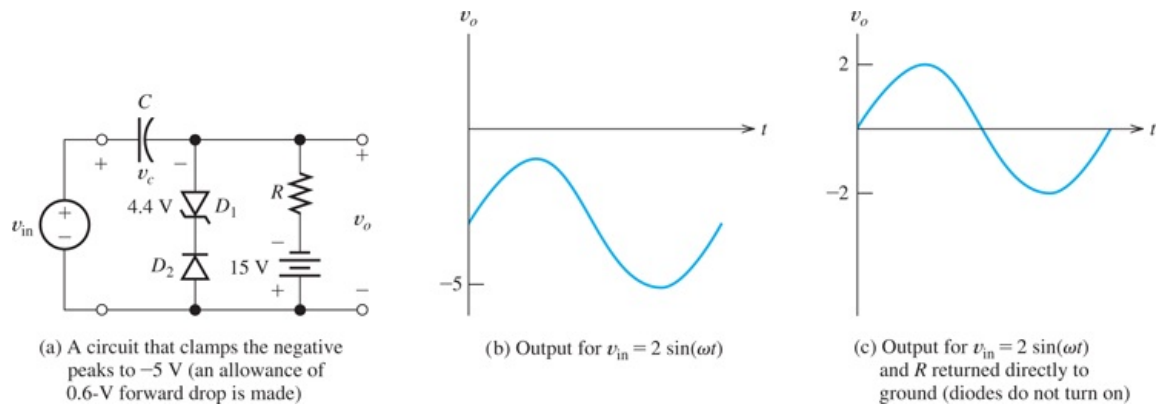

Figure 9.34
Bien sûr, nous pouvons modifier la tension à laquelle le circuit se bloque en modifiant la tension de la batterie. L'inversion du sens de la diode provoque le blocage du pic négatif au lieu du pic positif. Si la tension de blocage souhaitée nécessite que la diode soit polarisée en inverse, il est nécessaire de ramener la résistance de décharge à une tension d'alimentation CC appropriée pour garantir que la diode conduit et effectue l'opération de blocage. De plus, il est souvent plus pratique d'utiliser des diodes Zener plutôt que des batteries. Un circuit comprenant ces caractéristiques est illustré dans Figure 9.34
Considérez le circuit de Figure 9.34\(a\) . Supposons que la capacité soit suffisamment grande pour que la tension à travers, il ne se décharge pas à travers R sensiblement au cours d'un cycle d'entrée.
- voir Figure 9.34\(b\) ;
- cc voir Figure 9.34\(c\) .